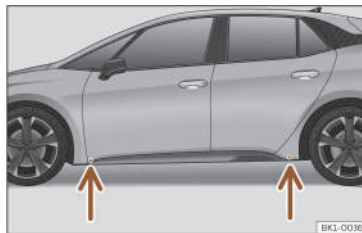

Fig. 185 Punti di appoggio per il cric.
- Individuare nel longherone il punto di appoggio del cric (zona avvallata) più vicino alla ruota da sostituire >>> fig. 185.